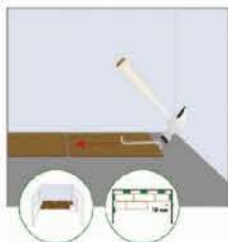

Рисунок 13
14. Для монтажа последней доски, примыкающей к стене, используется струбцина. Она позволяет без труда осуществить соединение с предыдущей панелью. В зависимости от конструкции допускается укладка панелей справа-налево. (см. рис. 13)